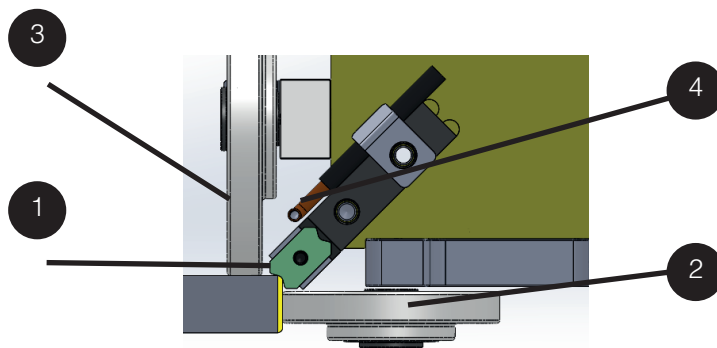

Figura 6-17
5.6.2 A estrutura de raspagem assemelha-se à unidade de corte, com métodos de ajuste idênticos. Conforme mostrado na Figura 6-17: